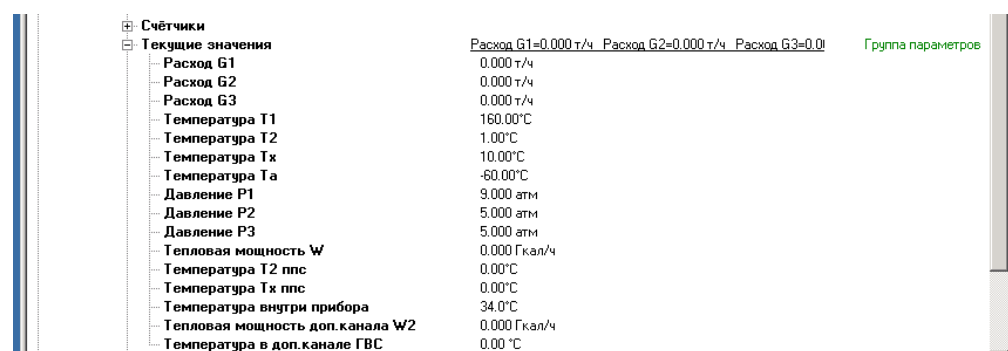

Рис. 5.29
- групповые – параметры, **чтение** которых происходит группой: за одну операцию чтения (IO) считывается несколько параметров. В колонке «Информация» пункт, в котором расположены групповые параметры, обозначается «Группа параметров». В колонке «Значения» выводится строка со всеми значениями параметров из группы (рис. 5.29);